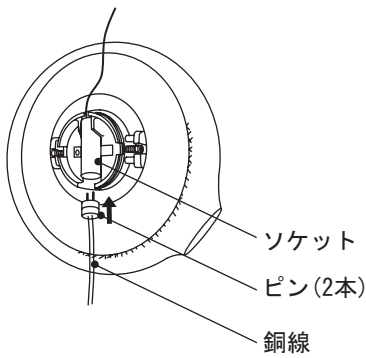

図8
② グローブをキャップに合わせ、時計回りに回して、確実に固定してください。(図8参照)